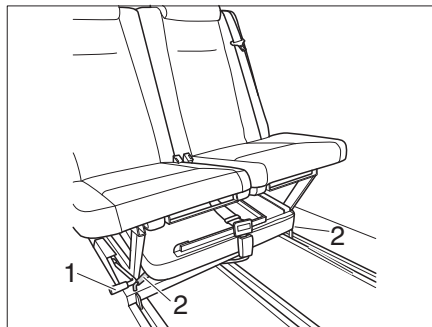
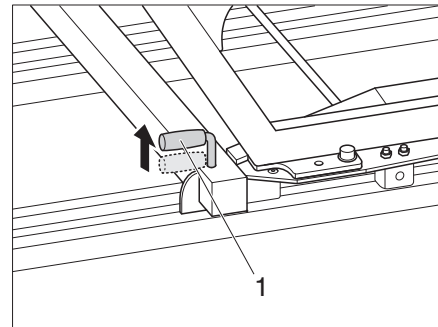

Bild 8 Sitzbank ausbauen
Bild 9 Verriegelungshebel
- Beide Verriegelungshebel (Bild 8,2 bzw. Bild 9,1) nach oben ziehen.
- Positionierungshebel (Bild 8,1) ziehen und Sitzbank vorsichtig nach hinten schieben, bis die Sitzbank aus den Schienen gehoben werden kann.